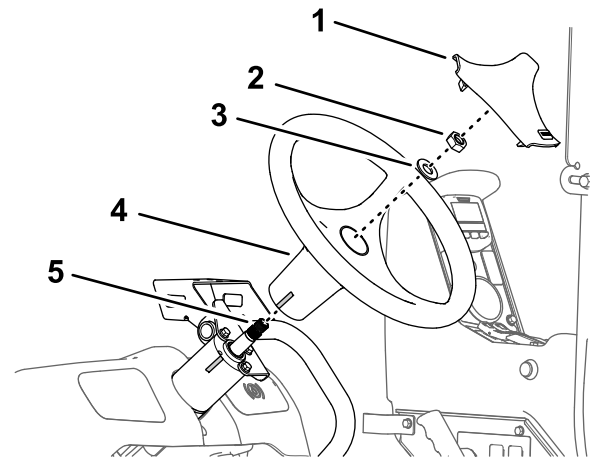

Bild 165
- Fluchten Sie die Bandmarkierung am Lenkrad mit der Bandmarkierung am Gehäuse des Lenkventils aus (Bild 165).
- Befestigen Sie das Lenkrad mit der Scheibe (5/8") und Mutter (5/8"), die Sie in Schritt 3 in Entfernen des Lenkrads \(Seite 78\) entfernt haben, auf dem Schaft des Lenkventils (Bild 165).